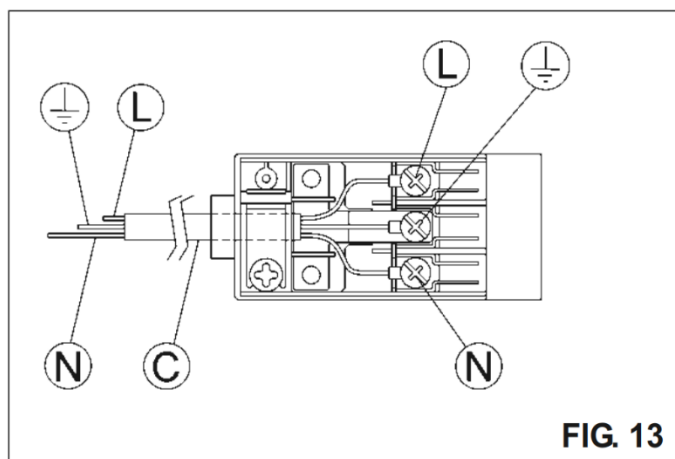

FIG. 13
- Si el cable de alimentación "C" esta desprovisto de enchufe (ver fig. 13), aplique un enchufe normalizado adecuado para la carga indicada en la etiqueta de identificación. Conecte los cables según el esquema de la fig. 13 prestando atención para respetar las siguientes correspondencias: